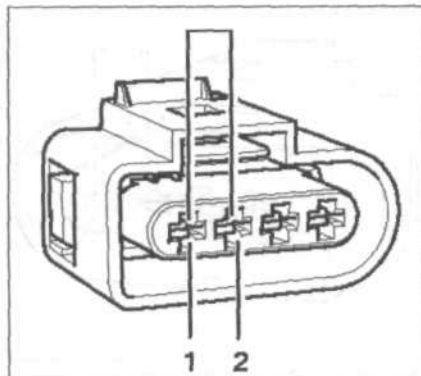

Рис. 4.34. Прошунтируйте контакты 1 и 2 разъема проводки, используя вспомогательные провода от тестера V.A.G 1594, и наблюдайте за показаниями на дисплее.
6. Прошунтируйте контакты 1 и 2 разъема проводки, используя вспомогательные провода от тестера V.A.G 1594, и наблюдайте за показаниями на дисплее (рис. 4.34).
- проверьте провод между тестером и разъемом на разрыв цепи: гнездо 93 тестера и контакт 3, гнездо 108 тестера и контакт 4 (рис. 4.34). **Заданное значение:** макс. 1.5 Ом.